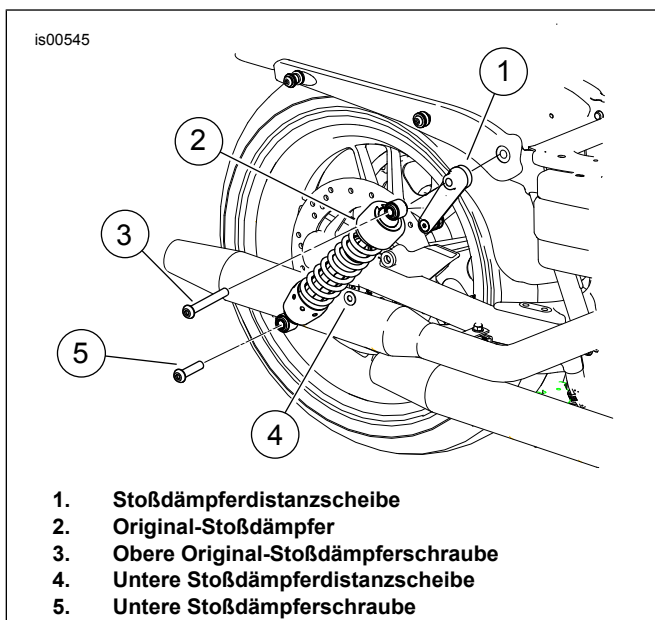

Abbildung 3. Einbau des 3. Quick-Kopplers
3. Siehe Abbildung 3. Loctite 243 auf die untere Stoßdämpferschraube (5) aus dem Teilesatz auftragen und den unteren Teil des Stoßdämpfers mit der neuen unteren Stoßdämpferdistanzscheibe (4) zwischen Stoßdämpfer und Hinterradschwinge an der Hinterradschwinge befestigen. Die untere Stoßdämpferschraube auf ein Drehmoment von 41–61 N·m (30–45 ft-lbs) anziehen.